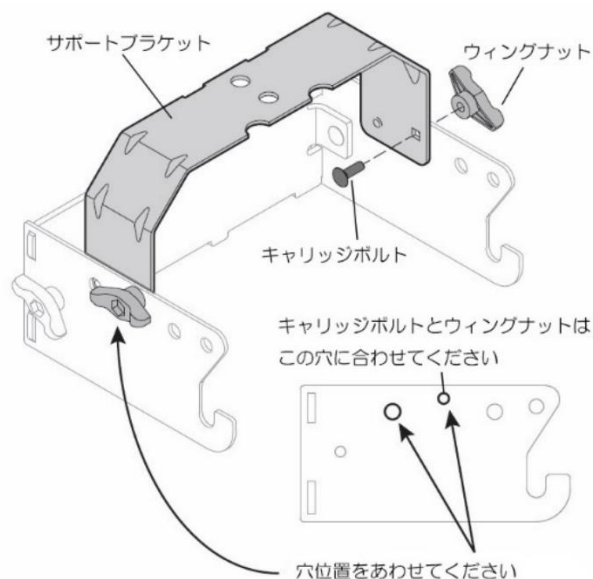

図2
3. 組み立てたヒッチブラケットを裏返し、サポートブラケットを取り付けます。図2を参照してください。下記の部品でしっかりと締め付けてください。